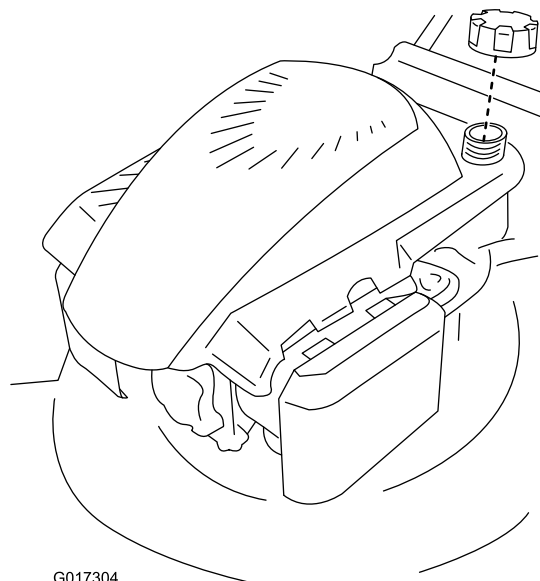
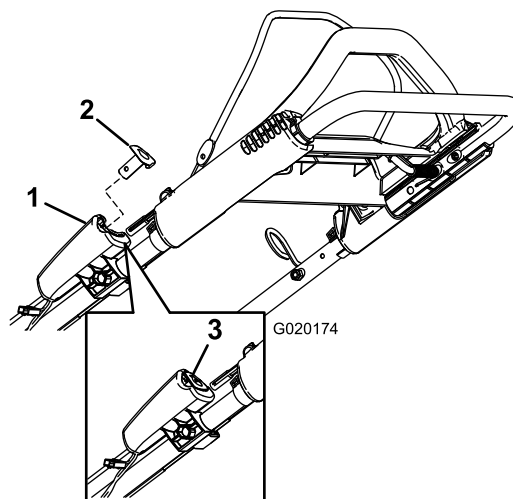

Figure 13
Figure 18
Faites le plein avec de l'essence sans plomb ordinaire fraîche d'une marque réputée (Figure 13).
2. Appuyez sur le bouton de démarrage électrique (Figure 18) (modèle à démarrage électrique uniquement) ou tirez la poignée du lanceur (Figure 13).
Remarque: Si vous avez retiré le bouton de démarrage électrique, insérez-le dans le démarreur électrique; voir Figure 18 (modèle à démarrage électrique uniquement).